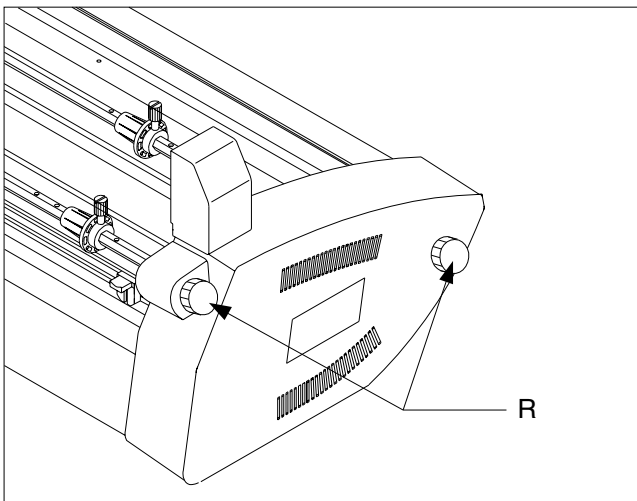

Fig. 9
**R. FILM TENSION ADJUSTMENT:** Allows the operator to increase or decrease film web tension as needed to reduce curl and wrinkles, (Figure 9).
Ermöglicht dem Benutzer, die Straffheit der Folienbahn wahlweise zu erhöhen oder zu reduzieren und Wellen und Falten zu verhindern (Abb. 9).
Hiermee kan de operator de spanning op de filmbaan verhogen of verlagen om opkrollen en rimpelen te voorkomen (zie afb. 9).
permet à l'opérateur d'augmenter ou de diminuer la tension du lé de film pour réduire les risques de courbures ou de plissements (Figure 9).